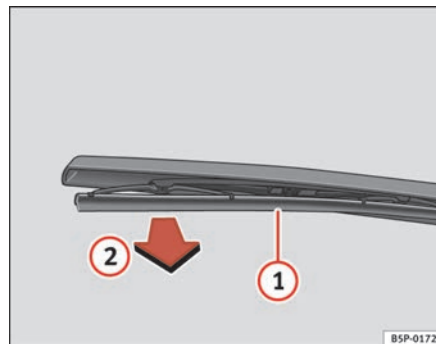

Fig. 169 Substituir a escova do limpa-vidros traseiro
- Afaste o braço do limpa-vidros traseiro do vidro ⇒ fig. 169. ►
- Desengate a escova ① e puxe-a ② ⇒ página 230, fig. 169.